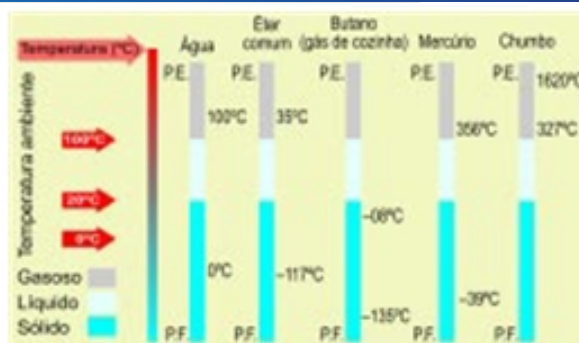

Figura 12 - Temperatura de ebulição de diversas substâncias.⁽²⁾
1. Cada elemento puro ou substância pura tem sua temperatura de ebulição e de fusão, que variam muito de uma para a outra, conforme demonstra a Figura 12.